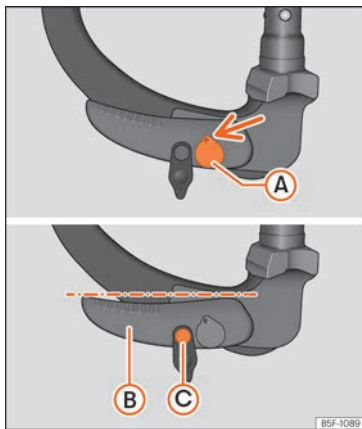

Fig. 254 Posición de reserva: posición de la palanca y el perno de desbloqueo
- La llave (A) » » » **fig. 254** se encuentra en la posición desbloqueada (la parte agujereada de la llave se muestra hacia arriba).
- La palanca (B) » » » **fig. 254** se encuentra en la posición inferior.
- Se puede mover el perno de desbloqueo (C) » » » **fig. 254**.